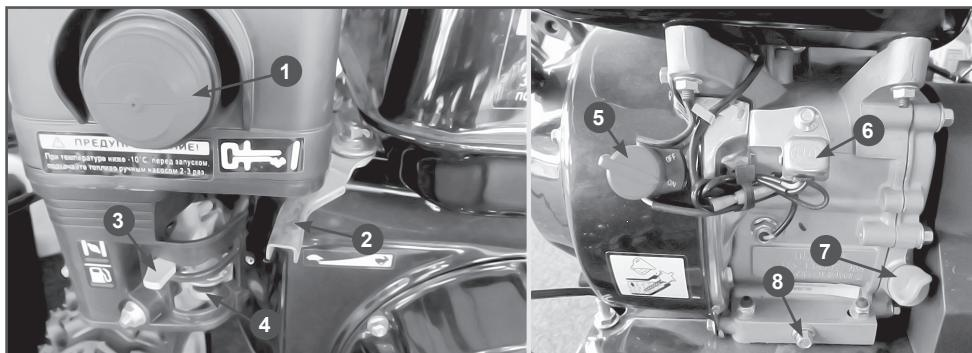

Рис.7 Основные узлы и органы управления двигателем
- Откройте топливный кран (4) Рис.7, переместив рычаг топливного крана в крайнее правое положение.
2. При запуске холодного двигателя установите рычаг воздушной заслонки (3) Рис.7 в положение закрыто (крайнее левое положение). Запуск теплого двигателя производите при открытой заслонке.
3. Отодвните рычаг газа (2) Рис.7 на 1/3 влево к положению быстро.
4. Нажмите на праймер подкачки топлива (1) Рис.7 три раза. При запуске теплого двигателя праймер нажимать не надо.
5. Установите выключатель (5) Рис.7 в положение ON.